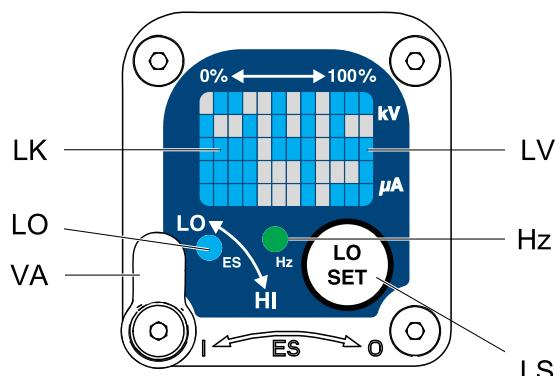

Figure 5 低压设置屏幕 (已锁定)。
低压设置可能锁定。锁定时，屏幕上会出现一个图像 (LK)。参见图 5 和第 10 页的表 1。